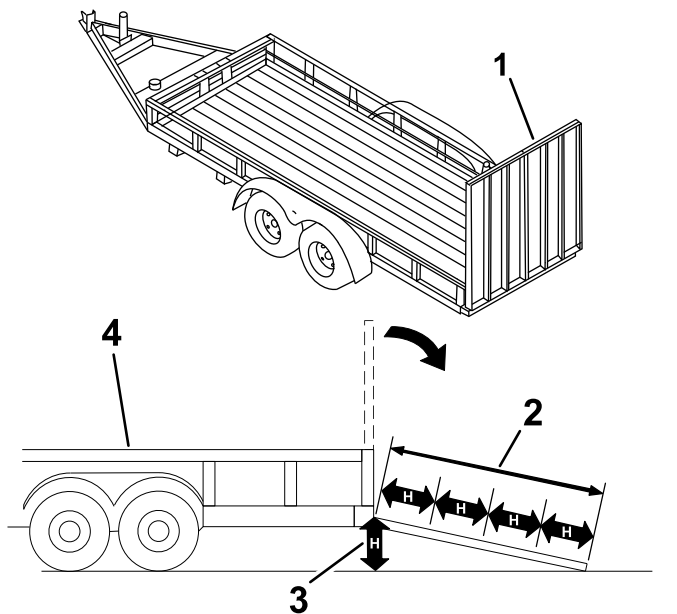

Figure 38
3. Abaissez la rampe (Figure 38).